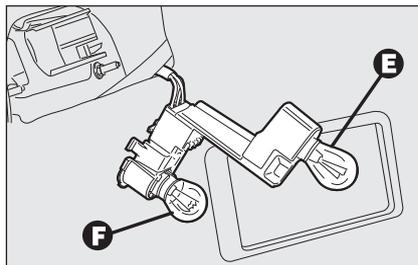

fig. 39
- rimuovere e sostituire la lampada interessata spingendola leggermente e ruotandola in senso antiorario **fig. 39**;